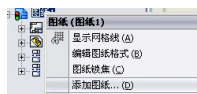

图 10-15 快捷菜单
(1) 选择【插入】|【图纸】菜单命令，或者在【特征管理器设计树】中用鼠标右键单击如图 10-15 所示的图纸图标，在弹出的菜单中选择【添加图纸】命令，生成新的图纸。